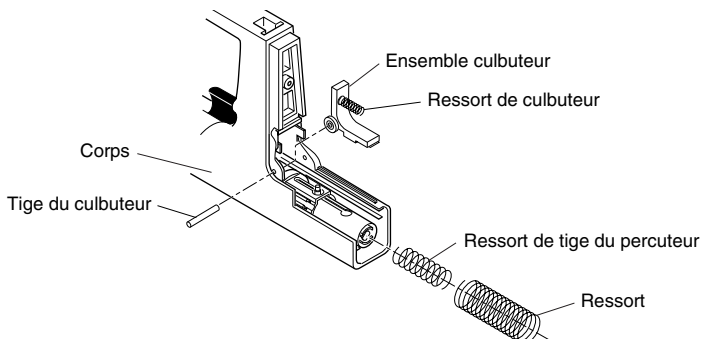

Figure 7 - Retrait de l'ensemble culbuteur du corps
1. Retirer le grand ressort qui entoure le cylindre extérieur et le percuteur du cylindre extérieur (consulter la Figure 7).
3. Retirer l'ensemble culbuteur du corps (consulter la Figure 7).